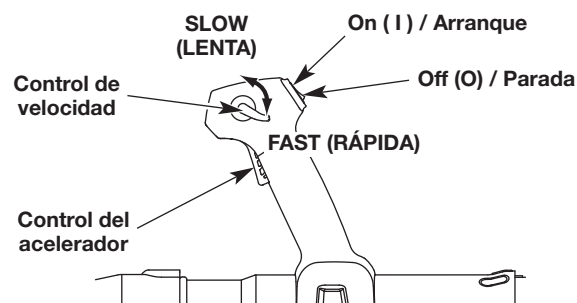

Fig. 7
**NOTA:** No es necesario encender la unidad. El interruptor de encendido/apagado está en la posición ON (I) (encendido) en todo momento (Fig. 7).
5. Mueva el control de velocidad a la posición FAST (Fig. 7).
2. Oprima y mantenga apretado el interruptor de encendido/apagado en la posición OFF (O) (apagado) hasta que el motor se pare por completo (Fig. 7).
- Use el control de velocidad para facilitar la operación continua (Fig. 7).